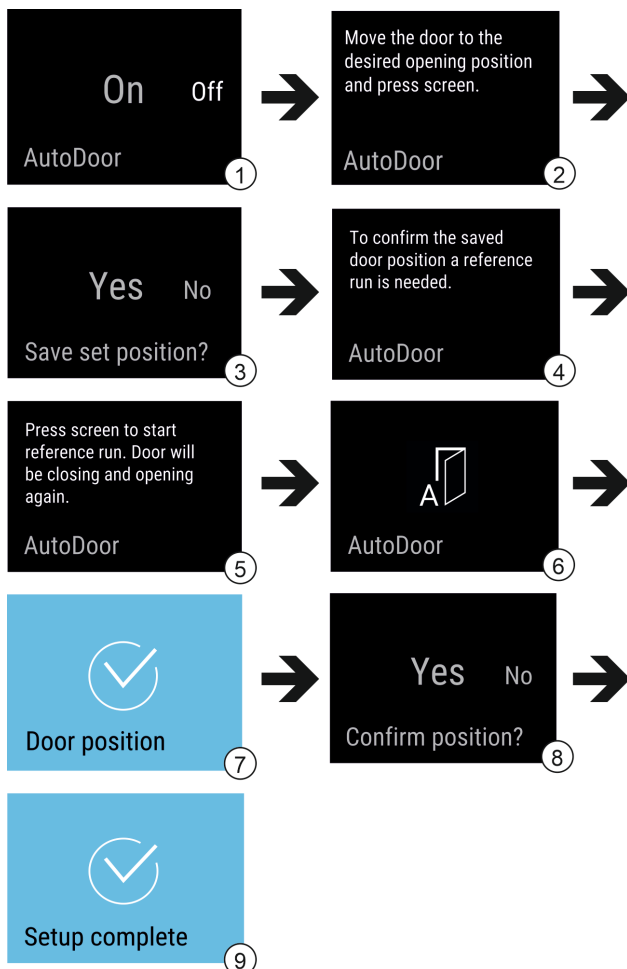

Fig. 13 Příkladné zobrazení indikací v angličtině
- Aktivujte AutoDoor: Zobrazení na displeji přepněte na On. Fig. 13 (1)
- Displej podržte stisknutý 3 sekundy. Fig. 13 (1)
- Nakonfigurujte úhel otevření dveří: Otevřete dveře alespoň na 70°. Fig. 13 (2)
- Potvrďte úhel otevření dveří: Klepněte na hlášení na displeji. Fig. 13 (3)
- ▶ Spustíte referenční běh: Klepněte na displej. Fig. 13 (5)
- ▷ Displej bliká. Fig. 13 (6)
- ▷ Referenční běh je úspěšný: Displej na 2 sekundy zmodrá. Fig. 13 (7)
- ▶ Potvrdíte úhel otevření dveří. Fig. 13 (8)
- ▷ Displej zmodrá. Fig. 13 (9)